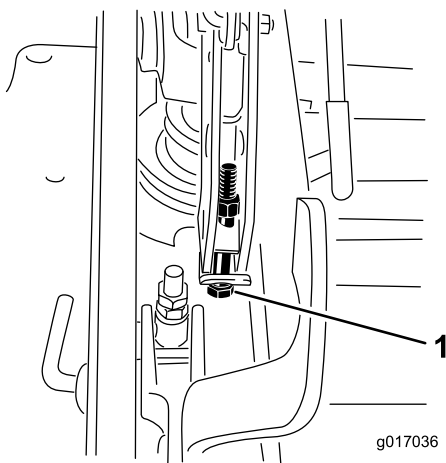

Figura 96
13. Si la carcasa está demasiado baja, apriete el perno del ajuste de un solo punto girándolo en el sentido de las agujas del reloj. Si la carcasa está demasiado alta, afloje el perno del ajuste de un solo punto girándolo en sentido antihorario (Figura 96).